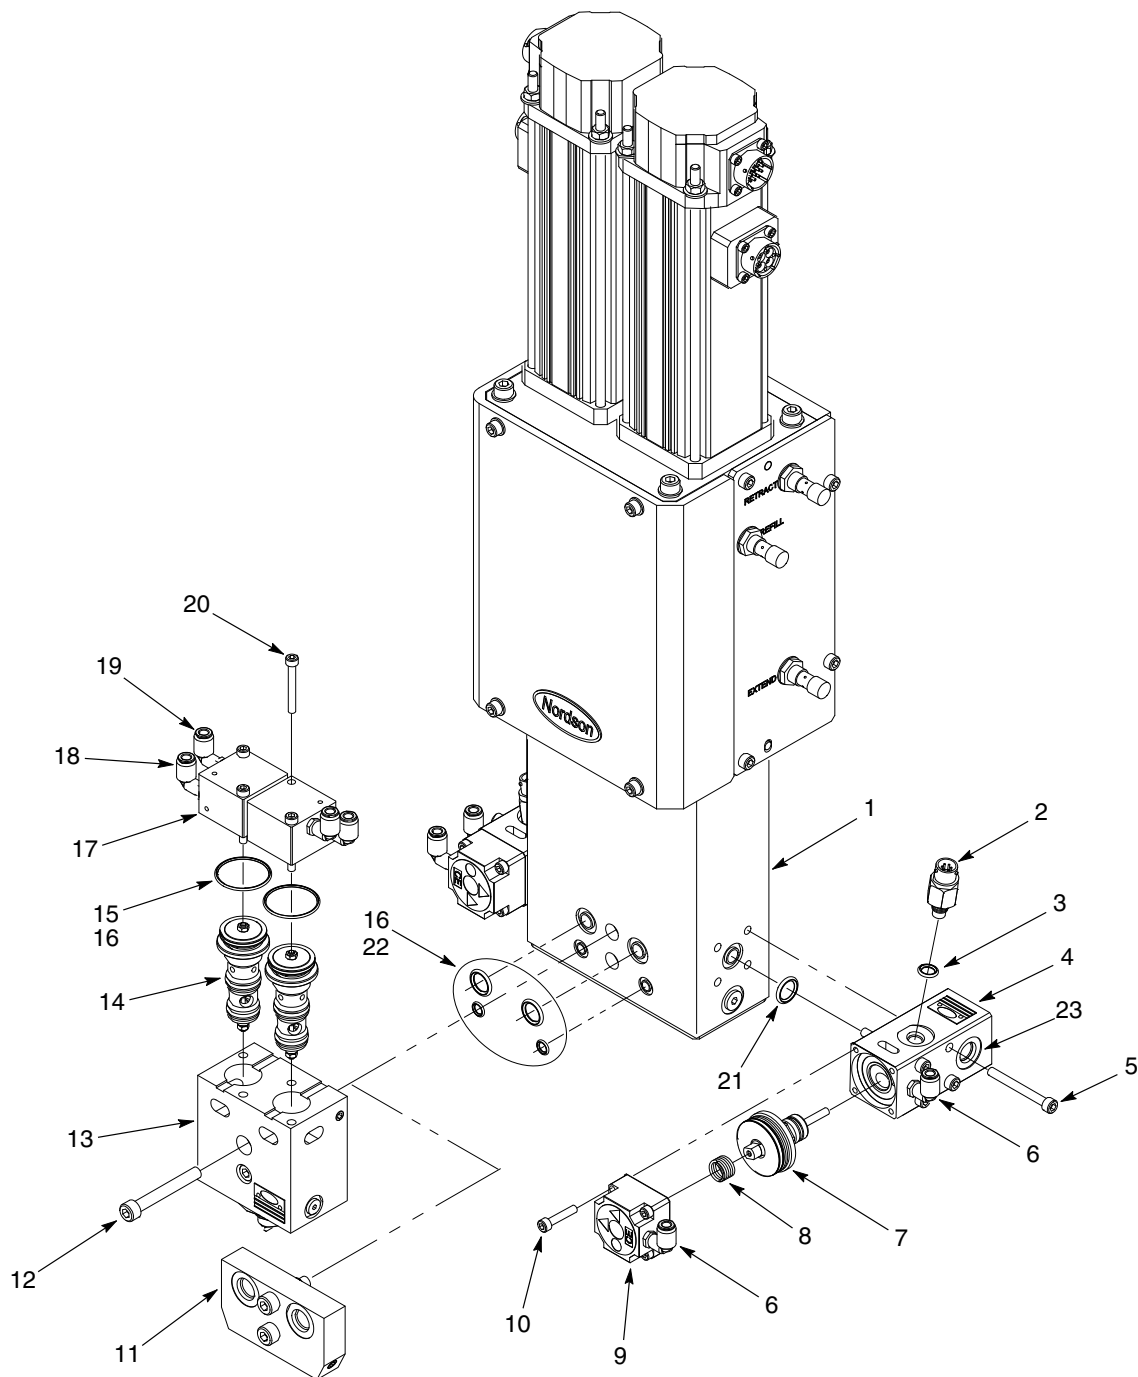

Abb. 9 Einlass- und Auslassventil reparieren
1. Siehe Abb. 9. Die Schrauben (10) abnehmen, die die Luftzylinderkappe (9) am Auftragskopfgehäuse (4) halten. Die Feder (8) vom Dosierkopfgehäuse abnehmen.
2. Dichtpatrone (7) mit einem kleinen Schraubendreher aus dem Dosierkopfgehäuse (4) entnehmen.
3. Neue Dichtpatrone (7) im Dosierkopfgehäuse (4) installieren.
4. Die Feder (8) auf der Dichtpatrone (7) installieren.
5. Die Luftzylinderkappe (9) mit den Schrauben (10) installieren. Die Schrauben mit 8,5-9 N•m (75-80 in.-lb) festziehen.
2. Siehe Abb. 9. Die Schrauben (20) abnehmen, die die Luftzylinderkappe (17) am Auftragsdosierergehäuse (13) halten. Die Luftzylinderkappe abnehmen.
3. Einen Schraubendreher in die Schlitz im Auftragsdosierergehäuse (13) stecken und die Dichtpackung (14) heraushebeln.
5. Das richtige Fett (16) zum Fetten der O-Ringe (15) verwenden.
6. Neue Dichtpatrone in das Dosierkopfgehäuse (13) stecken.
7. Die Luftzylinderkappe (17) mit den Schrauben (20) installieren. Schrauben mit 5,65 N•m (50 in.-lb) festziehen.
8. Schritte 2 bis 7 bei der anderen Dichtpackung (14) wiederholen.
1. Siehe Abb. 9. Folgendes vom Einlassventil (4) abnehmen:
- Kabel vom Druckwandler (2)
- Luftleitungen von den Winkelanschlüssen (6)
- Materialleitung vom Eingangsanschluss (23)
2. Die Schrauben (5) abnehmen, mit denen das Einlassventil (4) am S2K Auftragsdosierer (1) befestigt ist.
3. Den O-Ring (21) abnehmen und auf Beschädigung prüfen. O-Ring bei Bedarf ersetzen.
4. Diese Teile vom alten Einlassventil (4) abnehmen und am neuen Einlassventil installieren:
- Druckwandler (2); mit 25 N•m (45-50 in.-lb) festziehen.
- Winkelanschlüsse (6)
5. Das Einlassventil (4) mit den Schrauben (5) am S2K Auftragsdosierer (1) installieren. Die Schrauben mit 13,5 N•m (10 ft-lb) festziehen.
Siehe Abb. 9. Diese Anleitung gilt nur für Konfigurationen mit einem am SK2 Auftragsdosierer (1) installierten Auslassventil. Wenn ein Verteilerblock (11) am SK2 Auftragsdosierer installiert ist, siehe mit dem entsprechenden Auslassventil gelieferte Betriebsanleitung zu Reparaturanleitungen.
2. Die Schrauben (12) abnehmen, mit denen das Auslassventil (13) am S2K Auftragsdosierer (1) befestigt ist.
3. Die O-Ringe (22) abnehmen und entsorgen.
4. Die neuen O-Ringe (22) mit dem richtigen Fett (16) einfetten und am Gehäuse (1) installieren.
5. Das neue Auslassventil (13) mit den Schrauben (12) am Gehäuse (1) installieren. Die Schrauben mit 33 N•m (24 ft-lb) festziehen.
1. Siehe Abb. 9. Das Kabel vom Druckwandler (2) abnehmen.
2. Druckwandler (2) vom Einlassventil (4) abnehmen.
3. O-Ring (3) des neuen Druckwandlers mit dem richtigen Fett einfetten. Druckwandler (2) im Einlassventil (4) installieren. Anzugsmoment: 5-5,6 N•m (45-50 in.-lb).
4. Das Kabel am Druckwandler (2) anschließen.